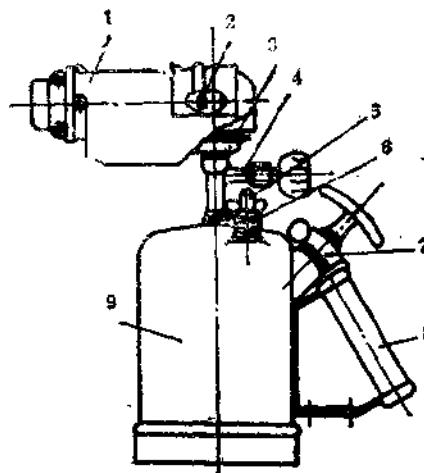

图1-12 喷 灯
6. 喷灯 喷灯是一种利用喷射火焰对工件进行加热的工具。常用于大截面铜导线连接处的搪锡，焊接铅包电缆的铅包层，以及其他电连接表面的防氧化镀锡等。其火焰温度可达 900°C 以上，外形结构如图1-12所示。